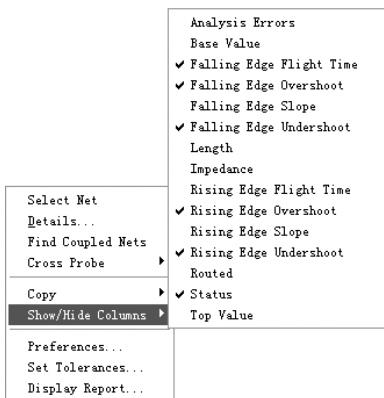

图 13-32 “Show/Hidden Columns” 子菜单
- “Show/Hidden Columns”（显示/隐藏纵队）：该命令用于在网络列表栏中显示或者隐藏一些分析数据列。“Show/Hidden Columns”（显示/隐藏纵队）子菜单如图 13-32 所示。